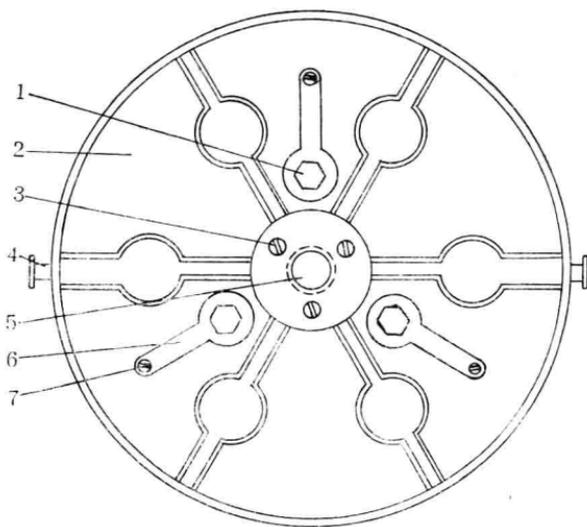
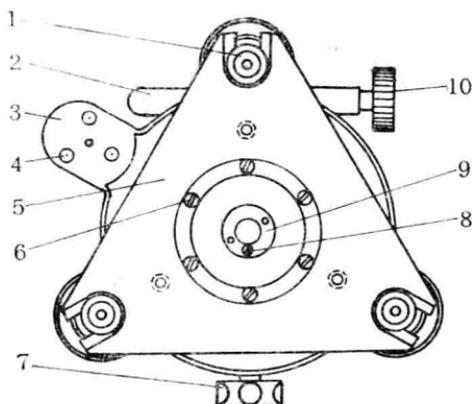

图 1-4 仪器盒圆底板底面结构图
图 1-5 仪器基座底部结构图
1. 将圆底板底部三个六角紧固螺钉的防松器（图1-4之6）向内掀压，使上面的六角孔离开六角紧固螺钉头后，就可以将六角紧固螺钉（图1-4之1）旋出，并取下仪器盒圆底板（图1-4之2）。此时可以见到图1-5所示仪器底部情况。
2. 旋去水平度盘微动螺旋弹簧座（图1-5之2），从仪器基座底板中央圆孔中旋去基座的六个紧固螺钉（图1-5之6），将基座（图1-2（a）之17）取下。